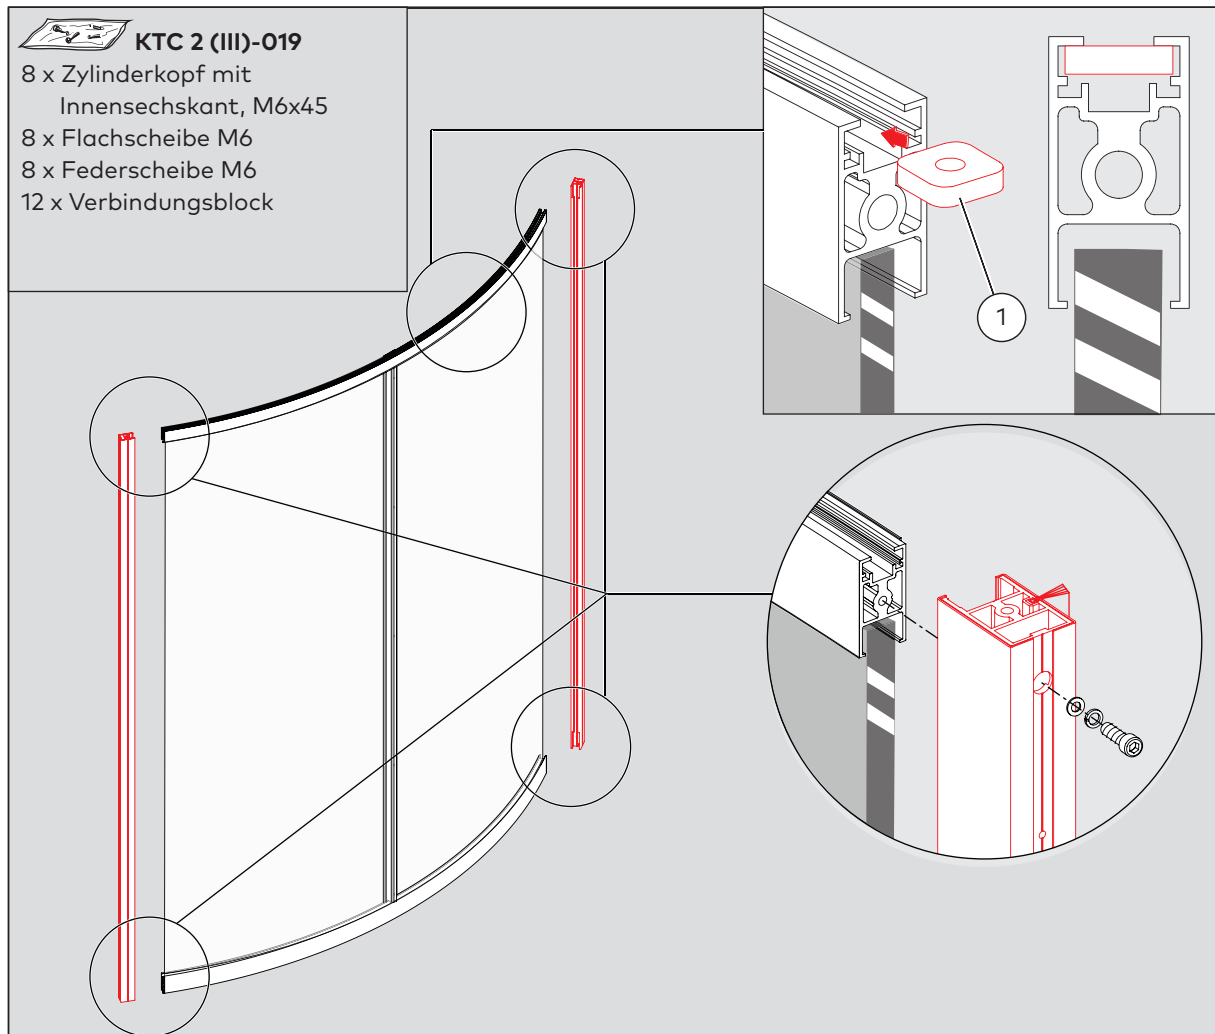

Abb. 67 Montage des Rahmens des Nachtabschlusses
1. 6 Verbindungsblöcke (Abb. 67/1) in jeden der oberen Rahmen einführen.